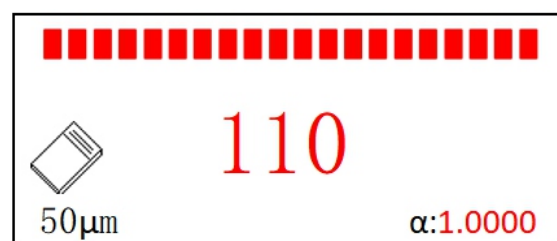

Abbildung 30: Kalibrierungsfolienstärkenfehler
- Anzeige von "110" (Abbildung 30): Die Folienstärke stimmt nicht mit der Einstellung überein. Bitte überprüfen oder ersetzen Sie die Kalibrierfolie.